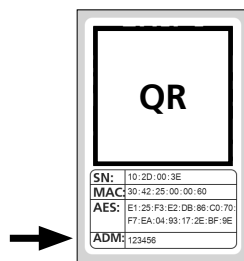

Fig. 3
**Atenção:** O conjunto inclui duas etiquetas com códigos QR, para o cilindro e o teclado. O código QR necessário para o cilindro pode ser reconhecido pelo código de administrador na parte inferior da etiqueta, marcado com a designação "ADM" (Fig. 3).